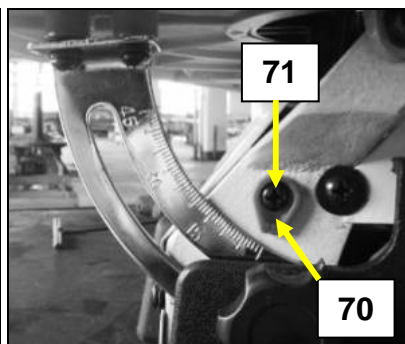

Fig 21
- Contrôlez que le curseur (70) pointe bien sur le zéro de la graduation. Si besoin, desserrez la vis (71) du curseur, pointez-le sur le zéro, et resserrez la vis (71) (Voir Fig 21).